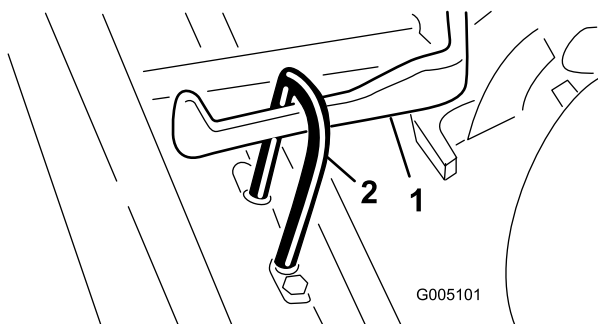

Figure 8
3. Poussez le plateau de coupe sous le cadre de traction en accrochant le crochet de relevage au bras de relevage (Figure 8).